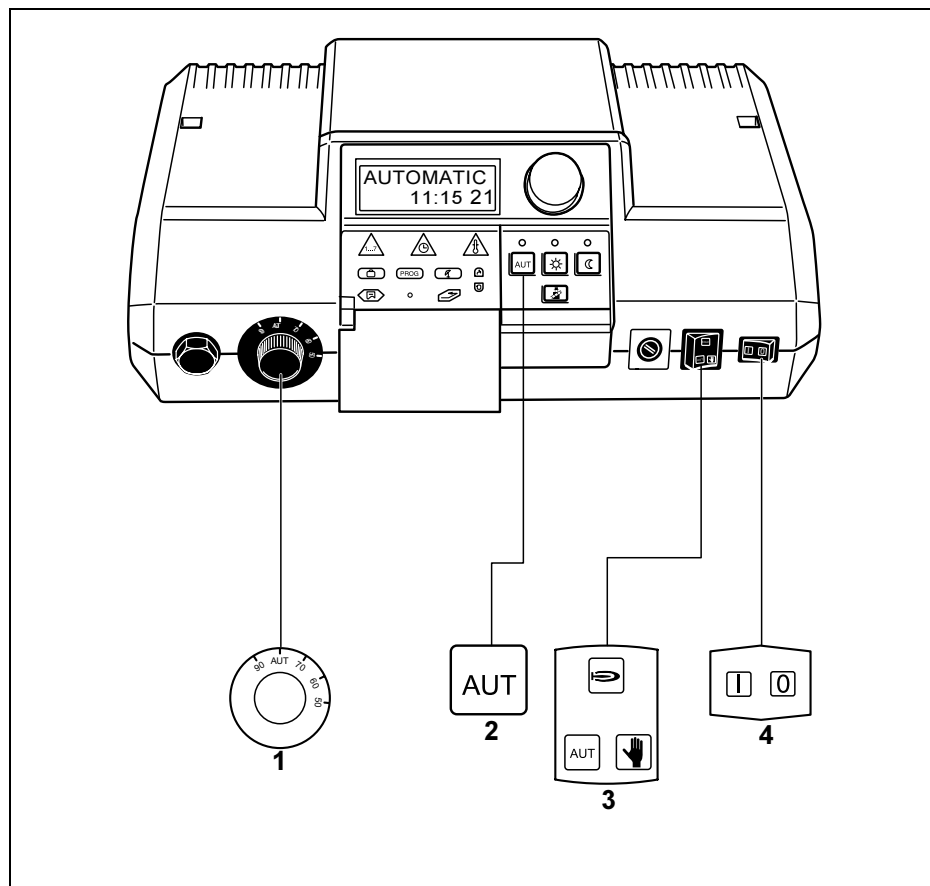

Fig. 8 Taste necesare pentru punerea în funcțiune
- Porniți comutatorul de funcționare al aparatului de reglare "I" (PORNIT) (Fig. 8, **Poz. 4**).
- Poziționați regulatorul temperaturii apei din cazan pe "AUT" (Fig. 8, **Poz. 1**).
- Poziționați comutatorul pentru regimul automat, regimul în caz de avarie, încălzire și apă caldă pe "AUT" (Fig. 8, **Poz. 3**).
- Se apasă tasta "AUT" pentru a porni regimul automat (vezi "Modificarea regimului de funcționare" la pagina 22) conform programatorului (Fig. 8, **Poz. 2**).
Se alege poziția "0" de la comutatorul de funcționare (Fig. 8, **Poz. 4**).